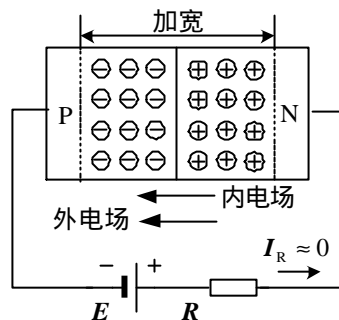

图 1-9 PN 结反向偏置
(2) PN 结加反向电压 将 PN 结 N 区接电源正极, P 区接电源负极,称为 PN 结外加反向电压,又叫反向偏置,如图 1-9 所示。PN 结反向偏置时,外电场与内电场方向相同,同样也破坏了 PN 结原有的动态平衡。外电场驱使空间电荷区两侧的空穴和自由电子移走,使得空间电荷增加,空间电荷区变宽,内电场增强,使多数载流子的扩散运动难以进行,扩散电流趋近于零。同时,内电场的增强也加强了少数载流子的漂移运动,但由于少数载流子数量很少,因此反向电流  $I_R$  不大,PN 结呈现很高的反向电阻。又因为少数载流子是由于价电子获得能量挣脱共价键的束缚而产生的,环境温度愈高,少数载流子的数量愈多。所以,温度对反向电流的影响很大。由于一定温度下,少数载流子的数目是一定的,当电压超过某数值后,全部少数载流子都参与导电,此时反向电流几乎与外加电压的大小无关,故称为反向饱和电流。